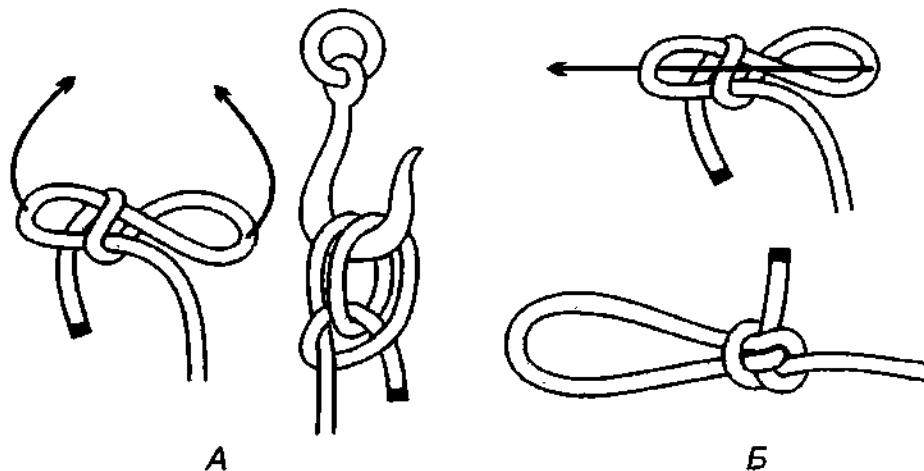
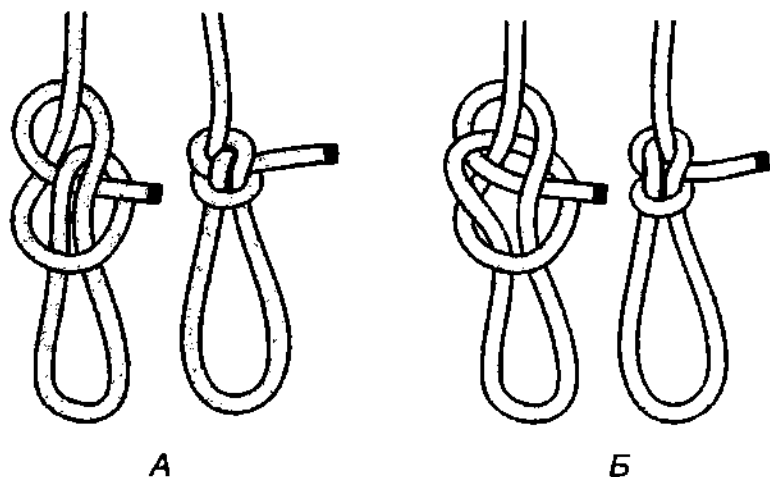

Рис. 168. Если у **стропового узла** одну петлю продеть в другую, то получится **строповая петля**. А – **строповый узел**; Б – **строповая петля**.
Рис. 169. А – **строповая петля**; Б – **совершенная петля**.
**Строповая петля** – это **строповый узел** (узел для крепления верёвки к опоре), у которого петли продеты друг в друга (рис. 168). **Строповая петля** очень похожа на **совершенную петлю** и у них похожие свойства (рис. 169). Они и завязываются почти одинаково, но в основе **совер-**